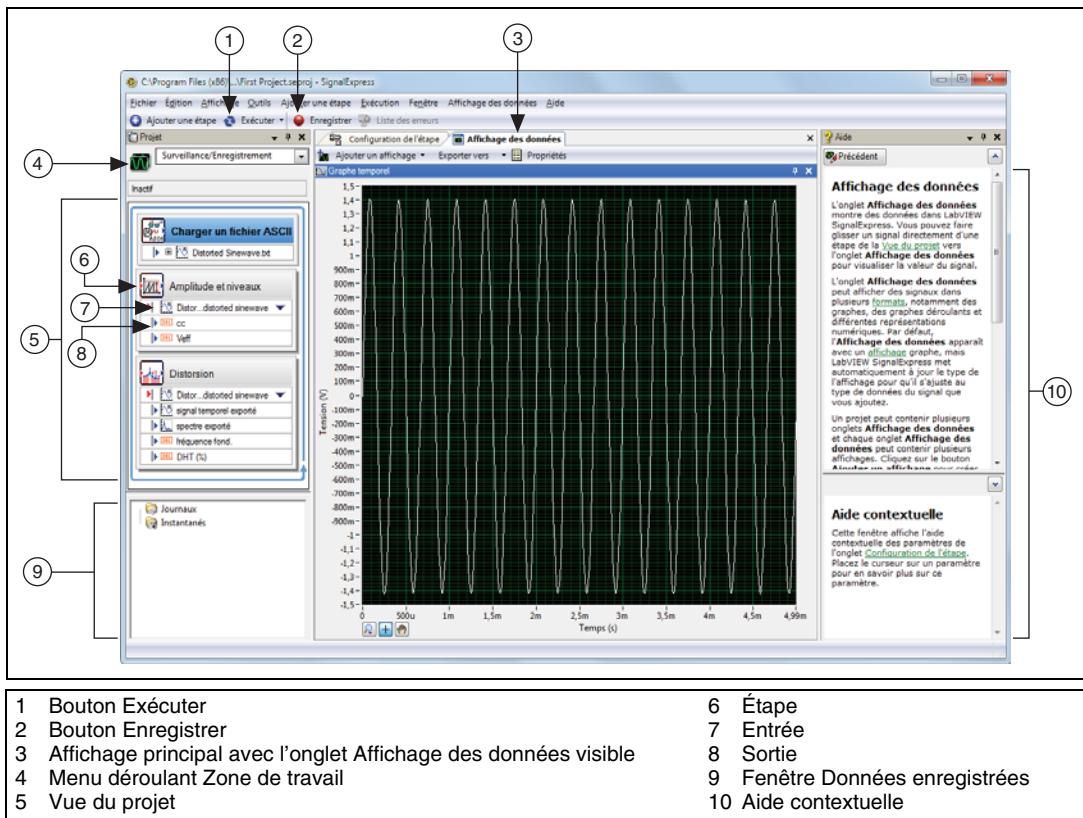

Figure 2-1. First Project.seproj
4. Observez la fenêtre qui apparaît, comme l'indique la figure 2-1, pour vous familiariser avec les différents composants de SignalExpress.